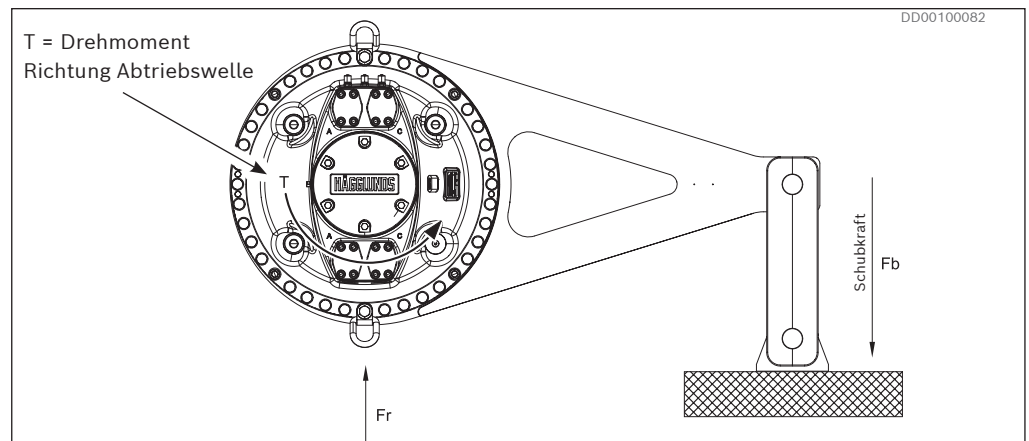
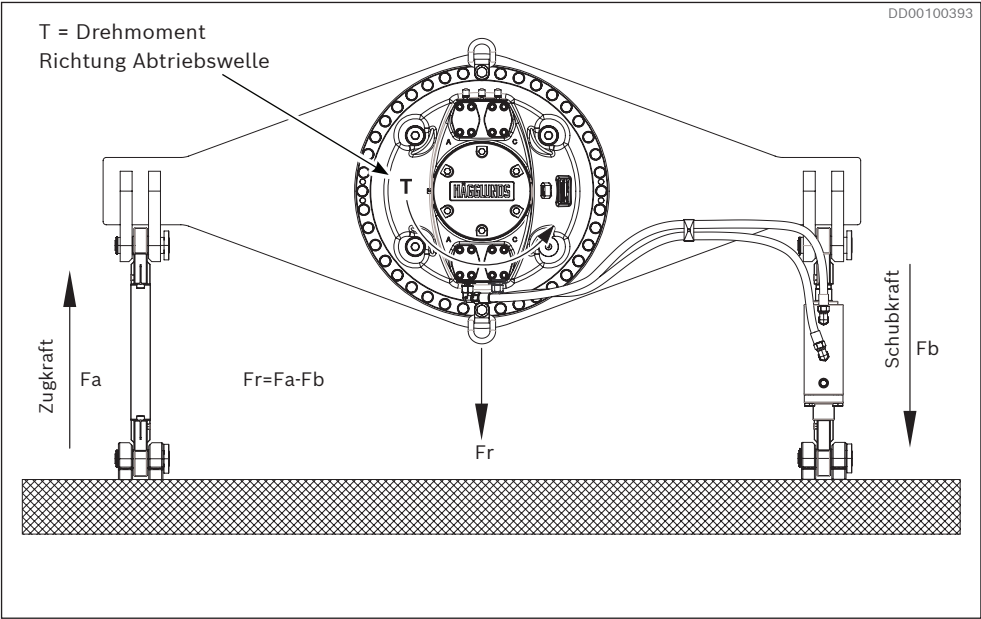

Bild 21: Externe Kräfte Fr, Fb bei TC A
Bild 30: Externe Kräfte Fr, Fa, Fb für DTCB
2. Ölen Sie die Schrauben (1).
3. Achten Sie darauf, dass das Fundament die Kräfte tragen kann, die auf die Drehmomentstütze einwirken (siehe *Bild 21*, *Bild 30*, *Tabelle 9* und *Tabelle 12*).
6. Ziehen Sie die Schrauben (1) mit dem in *Tabelle 7* angegebenen Drehmomenten fest.
- ▶ Achten Sie darauf, dass das Fundament und die Maschine des Kunden die Kräfte tragen können, die auf die Drehmomentstütze einwirken. Siehe *Bild 21, Bild 30, Tabelle 9 und Tabelle 12*